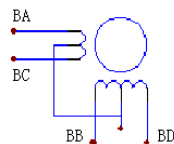

图4-19-2
如图4-19-2所示：本实验使用的步进电机用直流+5V电压，每相电流为0.16A，电机线圈由四相组成，即： $\phi 1$ (BA)； $\phi 2$ (BB)； $\phi 3$ (BC)； $\phi 4$ (BD)